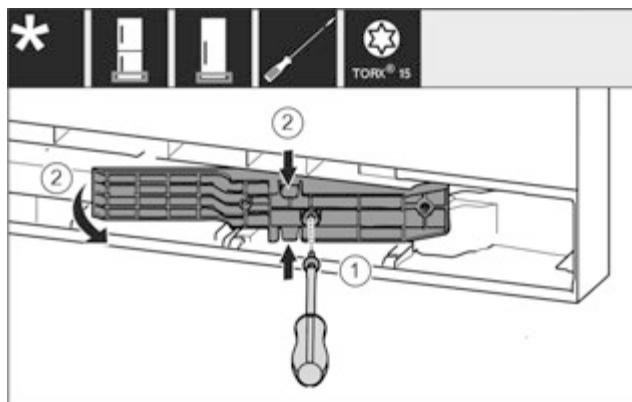

Fig. 18 \*
- Ослабити гвинти за допомогою викрутки T15. Fig. 18 (1)\*
- Витягнути деталь адаптера. Fig. 18 (2)\*